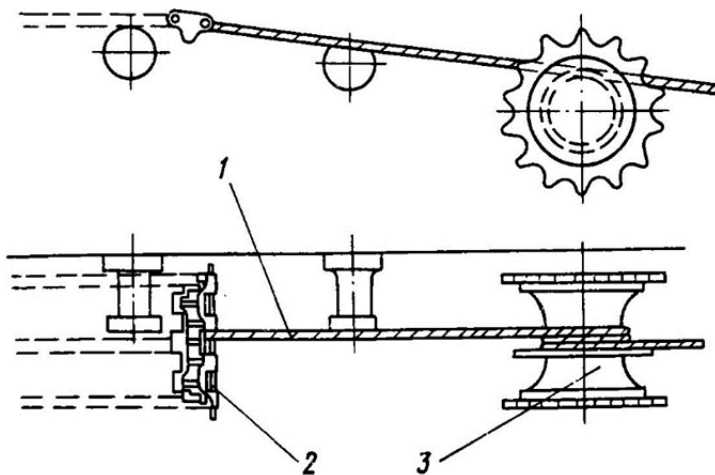

Рис. 7.3. Установка троса для натаскивания гусеницы.
3. закрепить один конец троса 1 (рис. 7.3) для надевания гусеницы за передний трак с помощью круглого стержня 2, другой конец намотать на ступицу ведущего колеса 3 у ограничительного диска со стороны борта, сделав три-четыре витка;